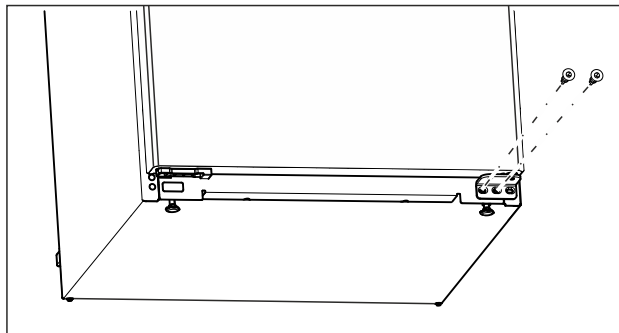

Fig. 7
- Skru ut den midtre skruen med skrutrekkeren Torx 20 på den nedre lagerbukken. (se Fig. 7)
- Skru ut den innvendige skruen med skrutrekkeren Torx 20 på den nedre lagerbukken. (se Fig. 7)